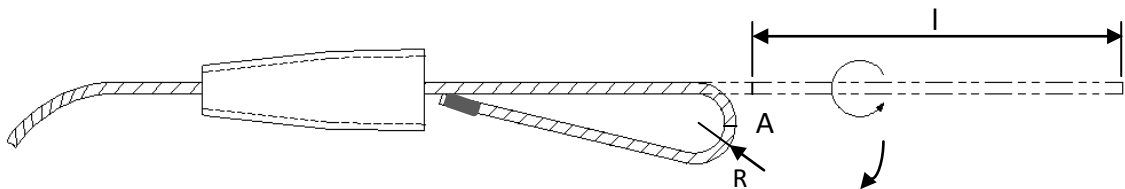

图1 钢丝绳端部的弯曲
- 弯曲钢丝绳时,宜根据表2中的钢丝绳尾段的长度 l 确定A点,见图1,再根据钢丝绳捻制方向使钢丝绳弯曲,弯曲部位的半径 R 宜为钢丝绳直径的2~4倍。